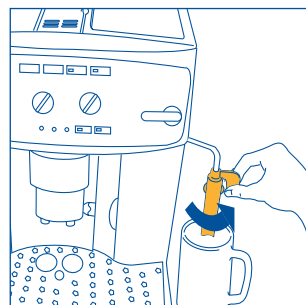
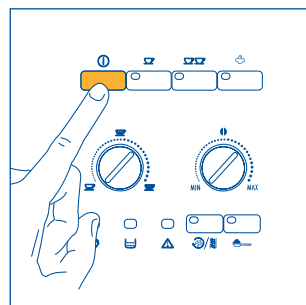

Fig. 3
Fig. 4
2. Drej cappuccino adapteren udad og anbring en kop under den (fig.3) og tænd maskinen ved at trykke på tast ① (fig.4).
- Drej cappuccinoadapteren udad (fig. 3).
- Anbring en beholder under cappuccinoadapteren (fig. 3).
- Træk cappuccinoadapteren udad (fig. 3).